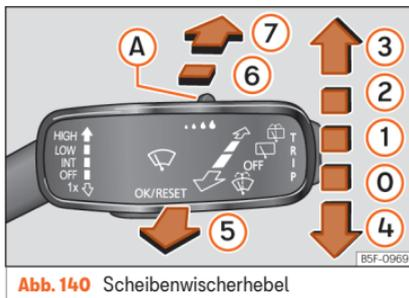

Abb. 140 Scheibenwischerhebel
- Möchten Sie die Frontscheibe **nur kurz** wischen, drücken Sie den Hebel nach unten in die Position **(4)** » Abb. 140.
- Bewegen Sie den Hebel nach oben in Stellung **(1)** » Abb. 140.
- Bewegen Sie den Hebel nach oben in Stellung **(2)** » Abb. 140.
- Bewegen Sie den Hebel nach oben in Stellung **(3)** » Abb. 140.
- Ziehen Sie den Hebel zum Lenkrad, Position **(5)** » Abb. 140, um die Scheibenwisch- und Waschanlage einzuschalten.
- Drücken Sie den Hebel nach vorne in die Position **(6)** » Abb. 140, der Heckscheibenwischer wischt alle 6 Sekunden.
- Drücken Sie den Hebel ganz nach vorn in die Position **(7)** » Abb. 140, die Waschanla-
- Bewegen Sie den Hebel in die Position **(0)** » Abb. 140.
»» **Abb. 140** bewegt wird, aktiviert sich kurzzeitig die Scheinwerferreinigungsanlage. Die Scheinwerferwaschanlage wird außerdem auch nach 10-maligen Betätigen der Frontscheibewaschanlage aktiviert.